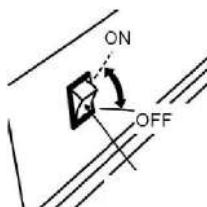

Fig. 22
- Vérifiez si la clé de contact est en position ON. (Fig. 22).